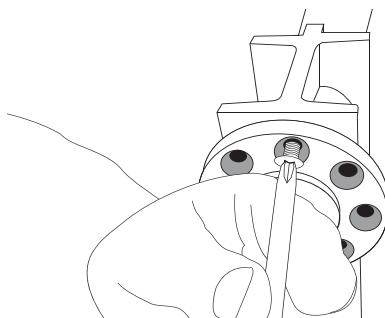

FIGURE 5
1. Dévisser et retirer les vis de la plaque d'ajustement (Fig. 5).